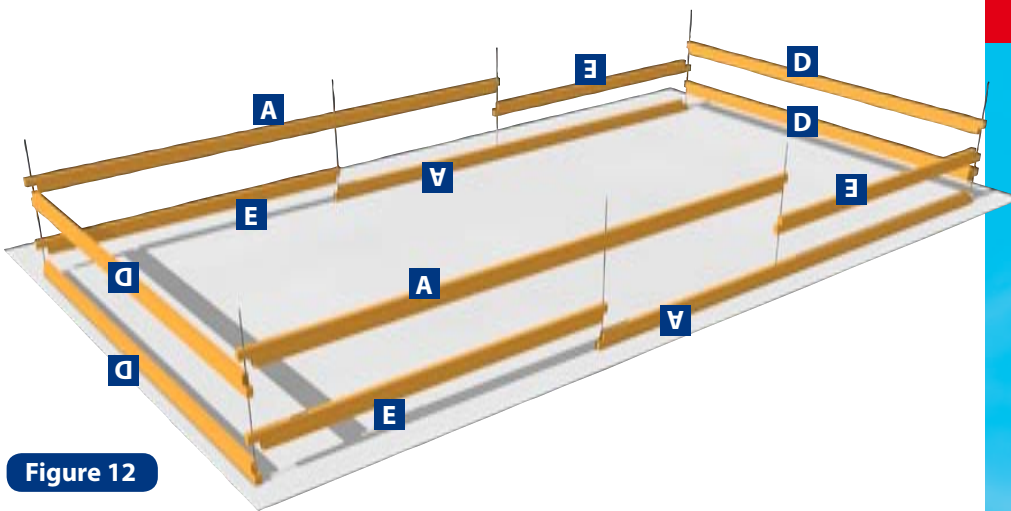

Figure 12
- Enfilez les tiges filetées dans les bastaings de base (3 dans les bastaings **V** et **D** avec entaille vers le haut). (figure 12)
- Constituez la première rangée en intervertissant un bastaing **A** et 1 bastaing de base. (figure 12)
- Positionnez les bastaing de la 2^{ème} rangées conformément à la figure 12. Attention : Sur les grandes longueurs, les bastaings **A** et **E** sont alternés.